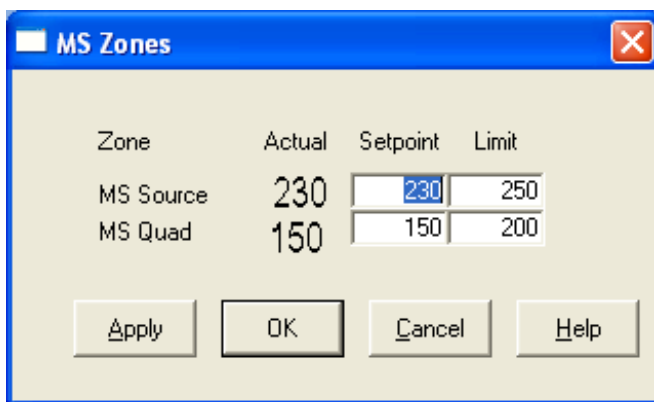

Figura 15 Impostazione delle temperature
- 2 Selezionare **Temperatures** dal menu **MoreParams** (Figura 15).